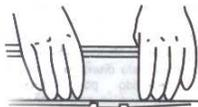

Figure 1
1. Squeeze the wireway cover to release and remove from fixture body. See Figure 1.
1. Presser les côtés du protégé-fils afin de le libérer puis l'enlever du corps de l'luminaire. Voir la Figure 1.